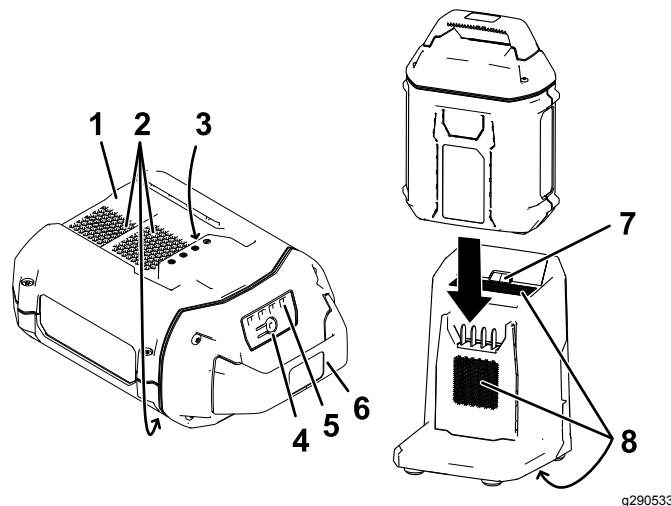

Figure 17
2. Placez le creux de la batterie (Figure 17) devant la languette du chargeur.
4. Insérez la batterie dans le chargeur jusqu'à ce qu'elle soit complètement enclenchée (Figure 17).